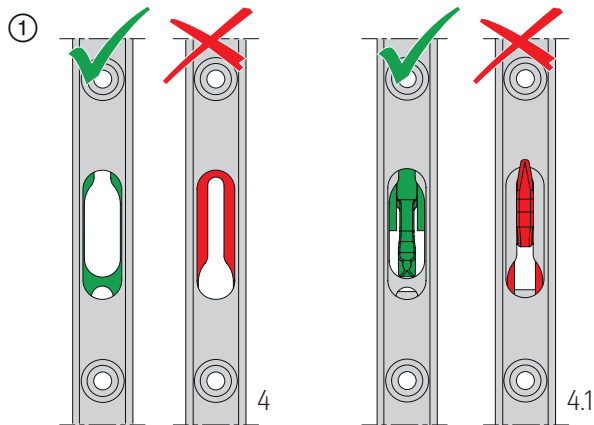
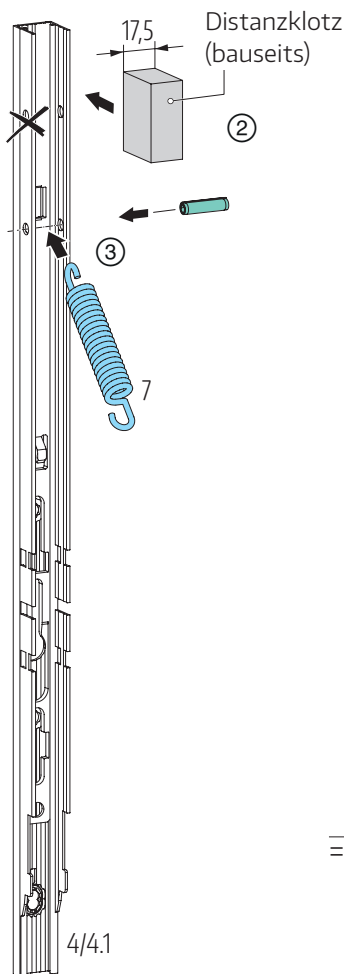

Abb. 15
Abb. 16
- ① Getriebe für Bolzen 4 oder Getriebe mit Haken 4.1 in Schiebeseite (angehobene Position) bringen; **Abb. 15.**
- ② Distanzklotz (bauseits) als Montagehilfe in Getriebestulp einsetzen.
- ③ Schraubenzugfeder 7 und Spannstift positionieren; **Abb. 16.**